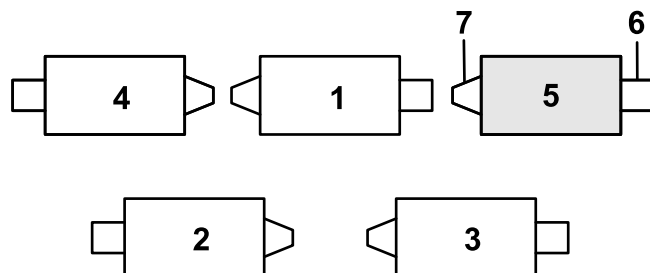

Figura 12
1. Se o grampo estiver instalado no orifício traseiro da haste da mola de compensação, remova o grampo e insira-o no orifício próximo ao suporte (Figura 12).